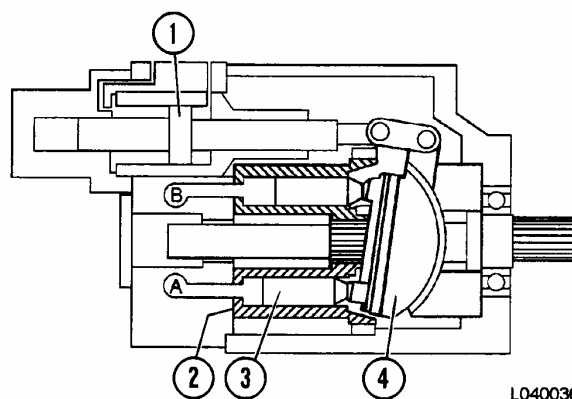

FIGURA 4-13. BOMBA A VOLUMEN MEDIO
La Figura 4-13 muestra que la posición del pistón de control (1) está cerca del centro de su carrera. El bloque de sujeción (4) no está en un ángulo tan inclinado como antes, y por lo tanto, la carrera de los pistones es más corta. A medida que se acorta la carrera del pistón, también disminuye la salida de la bomba.